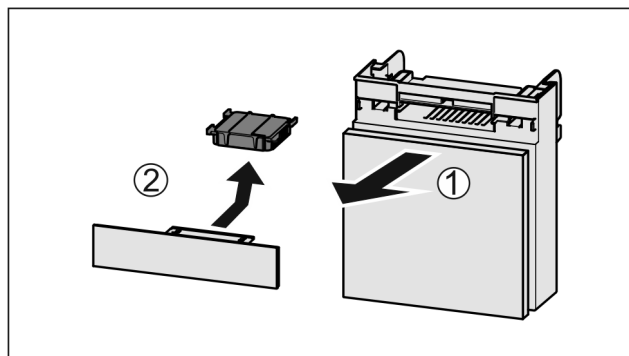

Fig. 155
- Dra ut Fig. 155 (1) lådan framåt.
- Ta ut Fig. 155 (2) aktivtkolfiltret.